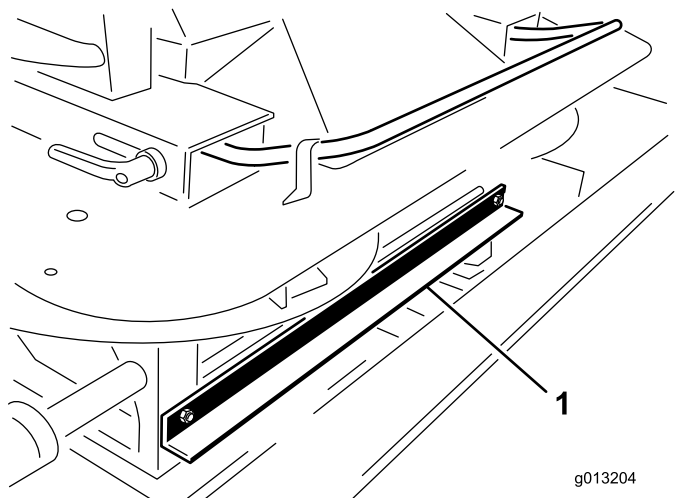

Figura 4
3. Îndepărtați cele 2 uruburi și piulițe care fixează suportul de transport al dispozitivului de ridicare al mainii la dispozitivul de împrăștiere dublu, de la partea din față a acestuia din urmă (Figura 4).